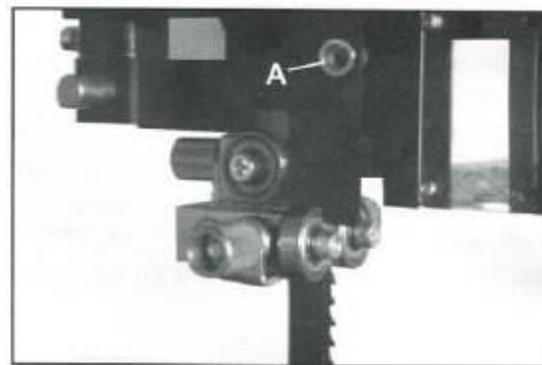

Рис. 22
- Ослабить натяжение пильного полотна, переместив рычаг быстрого ослабления (рис. 21, А) справа налево. Открыть дверцу ограждения пильного полотна, ослабив винт (рис. 22, А).
i) Закрывать дверцу ограждения пыльного полотна и затянуть винт (рис. 22, А).